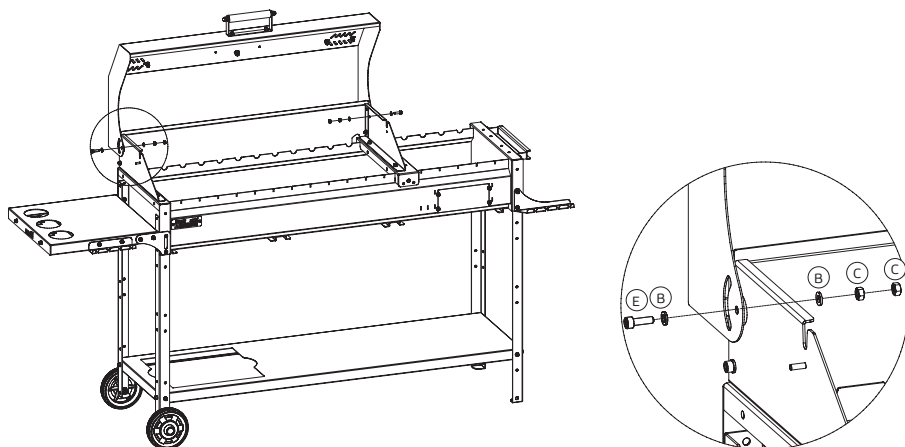

Рис. 34.
- Расположить крышку (поз. 15) так, чтобы ее боковые отверстия совпали с отверстиями кронштейнов крышки (поз. 13), как показано на рис. 34/35.